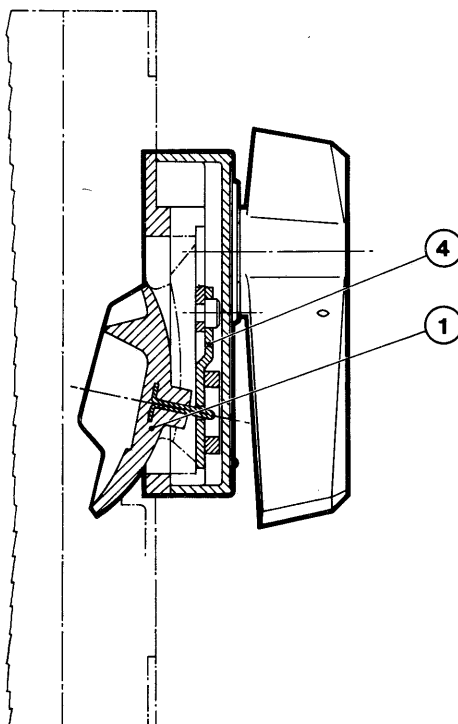

Fig. 20
**9.6.1. Applicazione comando a maniglia rotante sull'interruttore (fig. 20)**
- a - smontare il coperchio dell'interruttore (§ 5.2.) e sostituire la maniglia normale con quella speciale (1) compresa nella fornitura dell'applicazione
- c - montare l'applicazione con le apposite viti sul coperchio dell'interruttore curando che l'inserito metallico della maniglia (1) alloggi nella cavetta della leva (4)
**9.6.1. Fitting of rotary handle mechanism on the breaker (fig. 20)**
- a - remove the breaker cover (§ 5.2.) and replace the standard handle with the special one (1) supplied with this fitting
- c - secure the rotary handle mechanism to the cover with proper screws taking care that the metal jut of handle (1) enters the slot of lever (4).